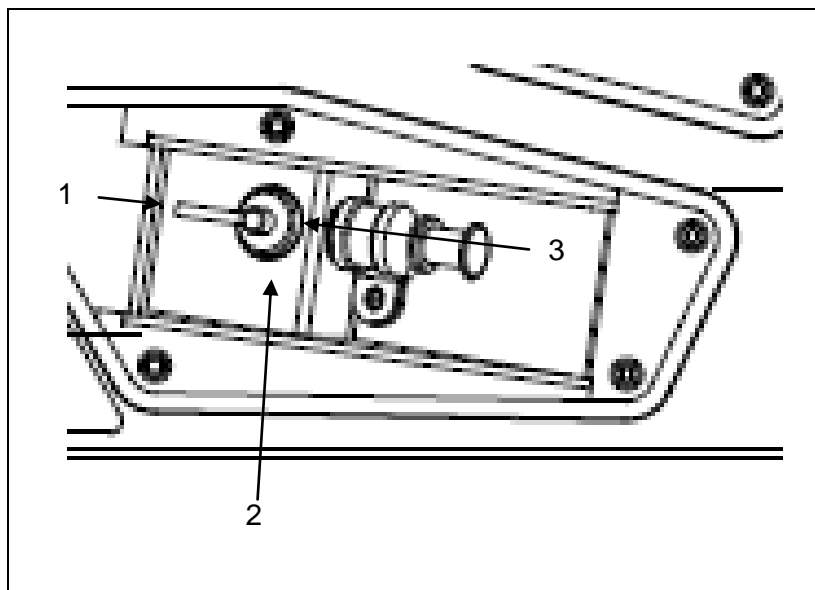

Fig. 5-12: 3-veis drivstoffkran
3. Sett drivstoffkranen til egen tank (*Fig. 5-12-(2)*).
8. Sett drivstoffkranen til "Ekstern tanking" (*Fig. 5-12-(3)*).